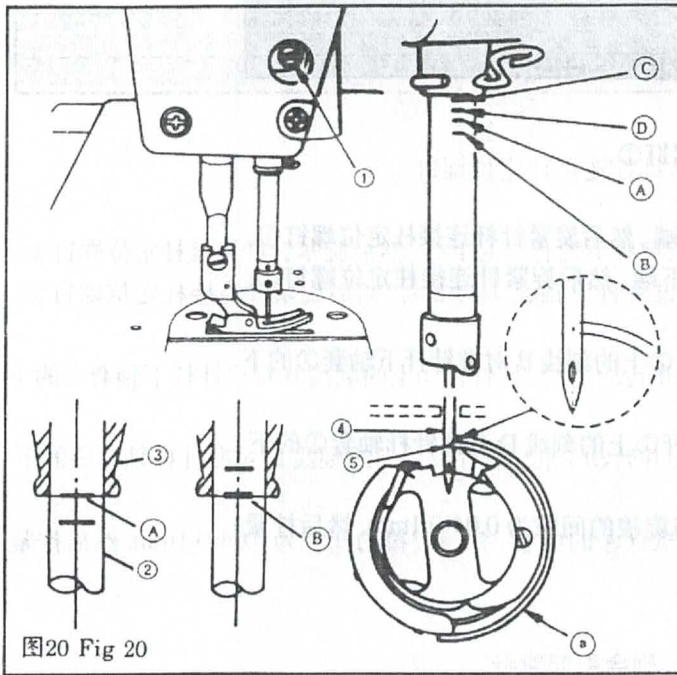

图20 Fig 20
14. 针与旋梭的关系 (图 20)
14. NEEDLE-TO-HOOK RELATIONSHIP(Fig.20)